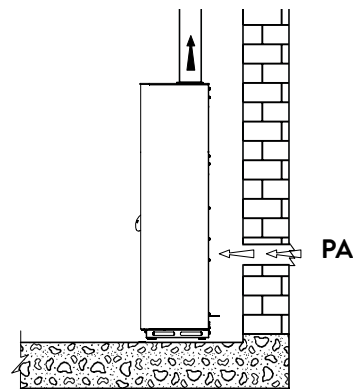

fig. 5.3
**La estufa durante su funcionamiento, consume aire del entorno donde se encuentra, este aire debe reponerse mediante a una toma de aire fuera de la habitación (fig. 5.3 - PA = Salida de aire).**
Puede canalizar el aire de combustión con ayuda de un conducto coaxial (conducto interior para evacuación de humos, y anillo exterior para admisión de aire comburente), o bien canalizando el aire comburente mediante un conducto dedicado (fig. 5.3).